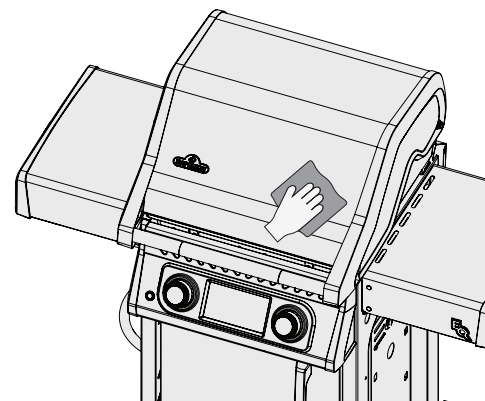

Рис. 9
- Завжди протирайте у напрямку волокон. (Рис. 9)